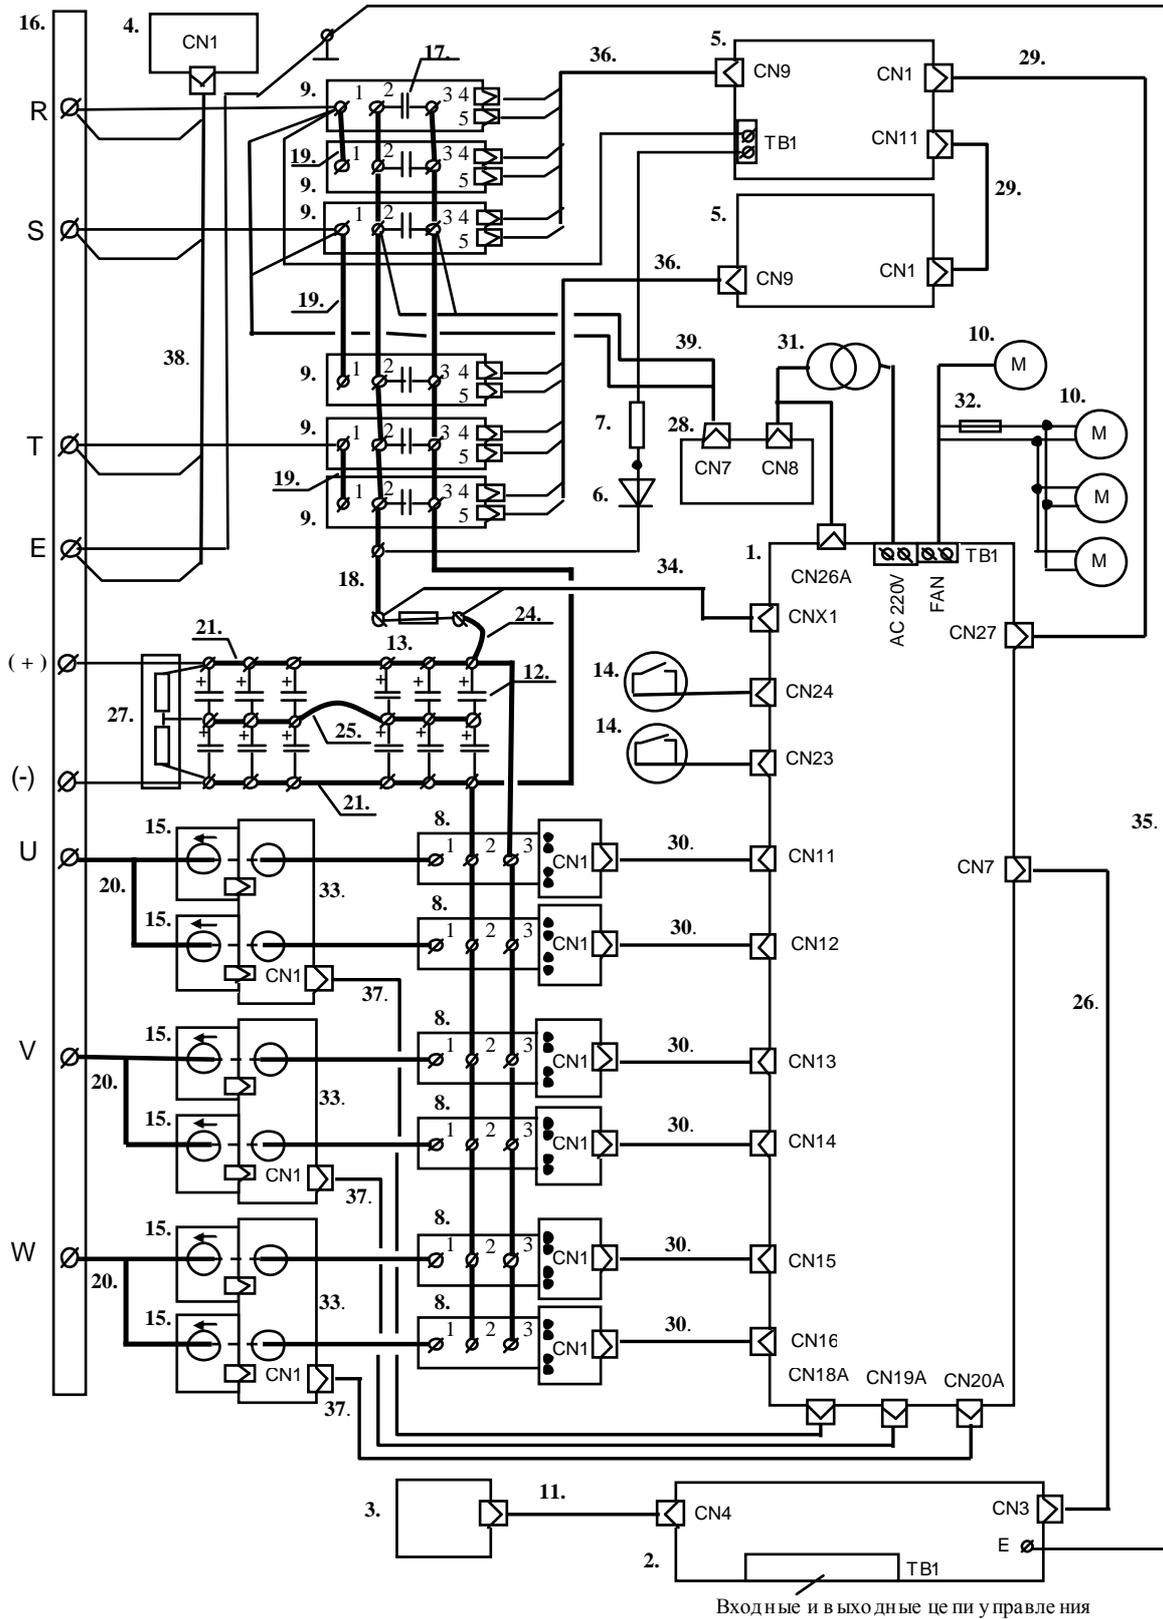

Рис. 4.2. Блок-схема преобразователя частоты EI-9011-125H, -150H.
Пояснения к рис. 4.2:
4.4.1. Фотографии сменных узлов, входящих в состав преобразователей частоты EI-9011-125Н, -150Н, приведены в табл. 4.1. (порядковые номера соответствуют рис. 4.2).